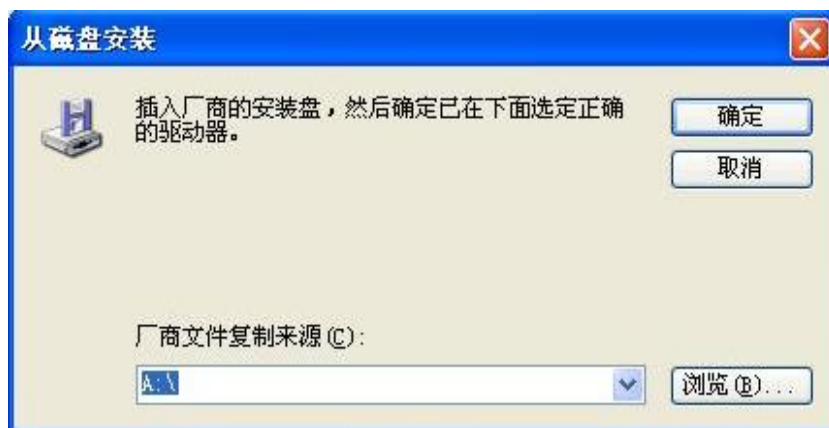
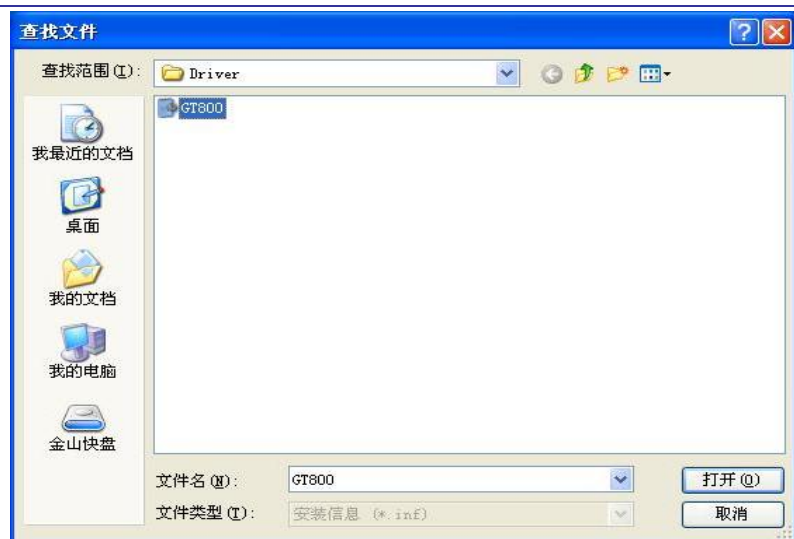

图 2-5 运动控制卡驱动程序安装界面
图 2-6 运动控制卡驱动程序安装界面
- (6) 如图 2-5 所示点击“浏览(B)...”，选择驱动所在的路径 D:\driver，如图 2-6 所示。